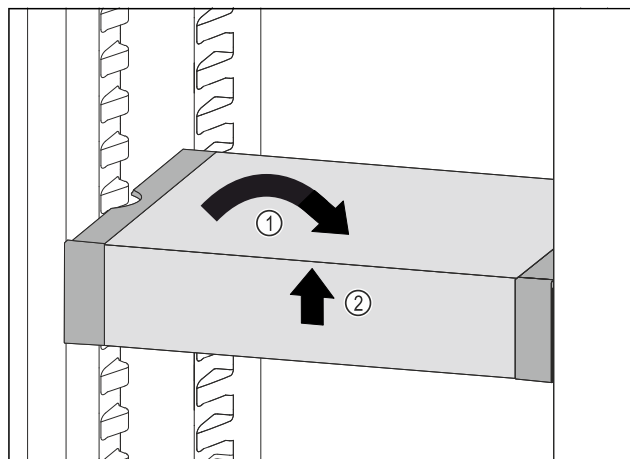

Fig. 87
- VarioSafe gerade stellen. Fig. 87 (1)
- VarioSafe vorne anheben. Fig. 87 (2)